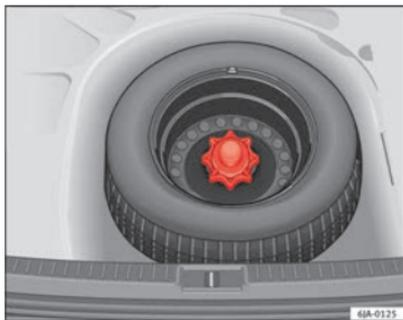

Abb. 171 Notrad: hochgeklappter Ladeboden
- Heben Sie den Ladeboden an und halten Sie ihn in dieser Position, um das Notrad herausnehmen zu können ⇒ Abb. 171.